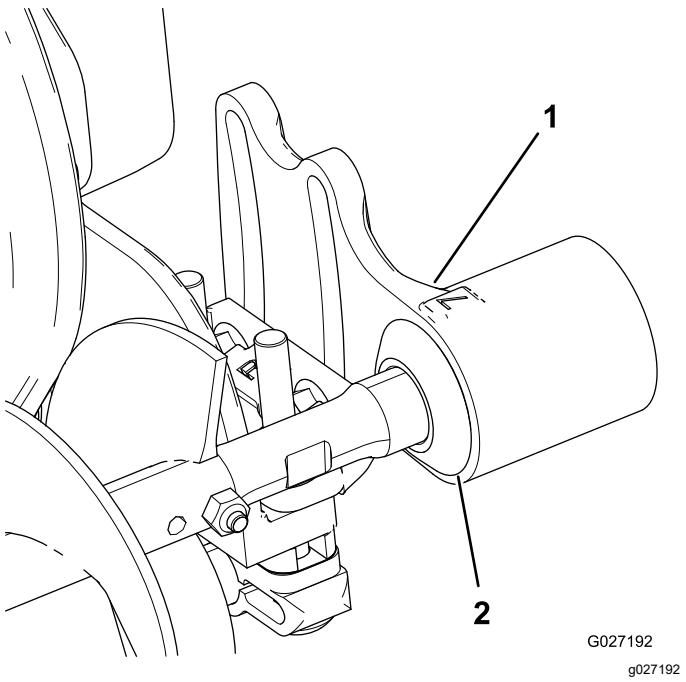

Figura 10
- Fate scorrere ogni guarnizione verso l'esterno fino a creare un leggero contatto tra le guarnizioni a labbro e ogni alloggiamento dei cuscinetti (Figura 10).